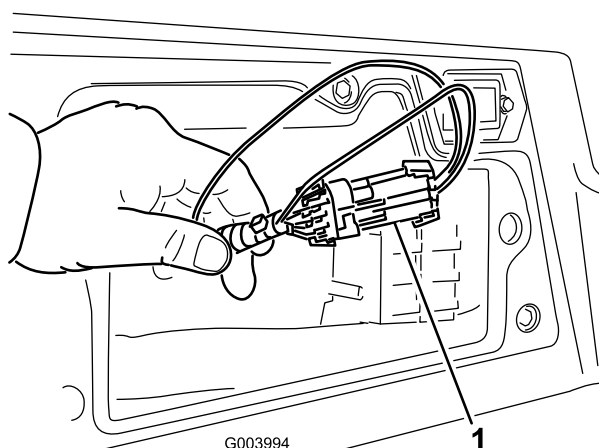

Figura 27
3. Localize os fios e os conectores junto ao controlador (Figura 27).